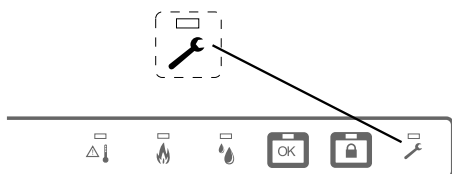

Fig. 13
Om nødvendig kan kalibreringen startes på nytt. Trykk på programmeringssymbolet, Fig. 13, i fem sekunder til signalet høres og start deretter kalibreringen igjen.
4. Kontroller at indikatorlampen for service ikke lyser, Fig. 13.